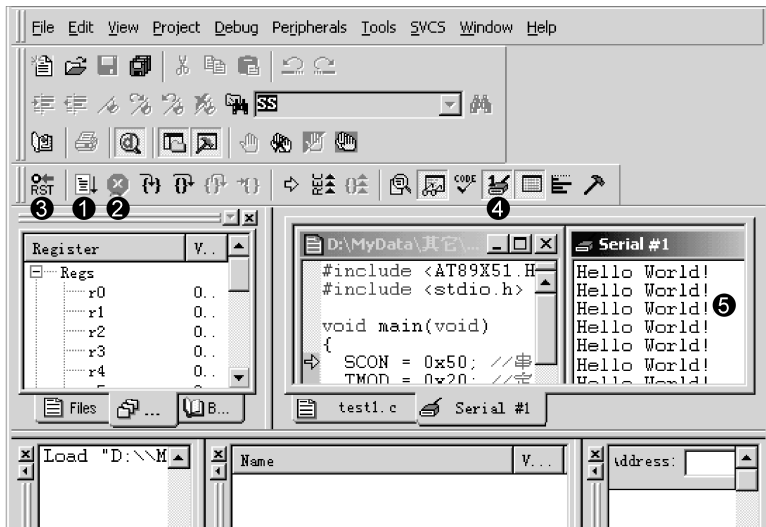

图 1-16 调试运行程序
(6) 进入调试模式，软件窗口样式如图 1-16 所示。图 1-16 中 1 为运行按钮，当程序处于停止状态时此按钮才有效。2 为停止按钮，程序处于运行状态时此按钮才有效。3 是复位按钮，模拟芯片的复位，程序回到最开头处执行。单击 4 可以打开 5 串行调试窗口，在这个窗口中可以看到从 51 芯片的串行 I/O 口输入/输出的字符。这些功能在菜单中也有，这里不再赘述，其他功能会在后文中介绍。首先单击 4 打开串行调试窗口，再单击运行键，这时就可以看到串行调试窗口中不断出现“Hello World!”，这样就完成了第一个项目。最后停止程序运行回到文件编辑模式中，先单击停止按钮，再单击开启/关闭调试模式按钮。